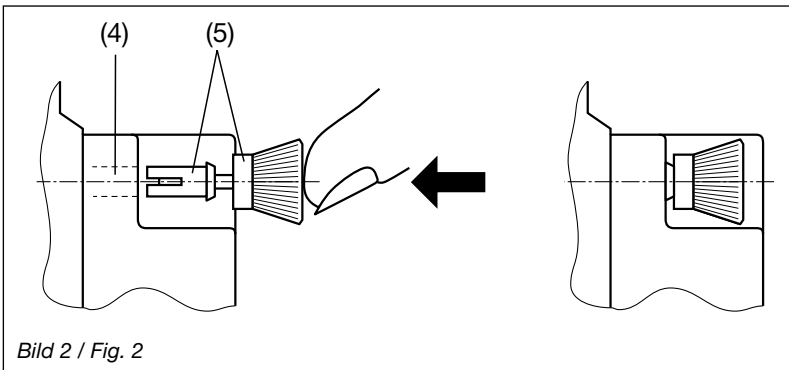

Bild 2 / Fig. 2
Zur mechanischen Sicherung die vier mitgelieferten Kunststoff-Spreiznieten (5) in die dafür vorgesehenen Löcher (4) eindrücken (Bild 2).
Pour assurer mécaniquement le montage, enficher les 4 rivets spéciaux en matière plastique (5) dans les trous correspondants (4), (Fig. 2).
To fix the module mechanically, insert the four plastic clips supplied (5) in the fixing holes (4) (fig. 2).